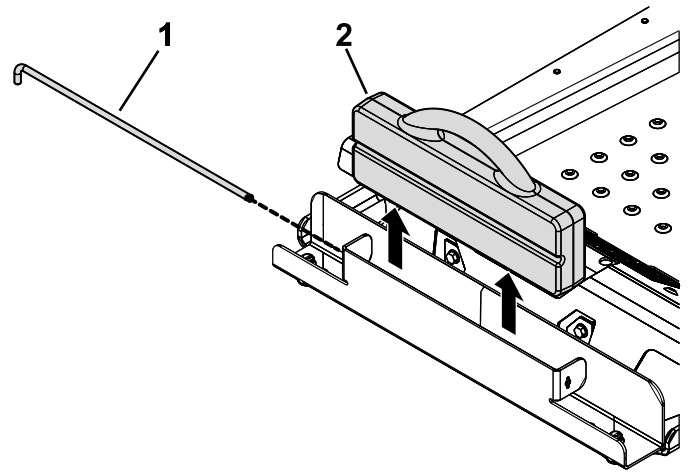

Figure 1
1. Déposez la tige de maintien et la masse à poignée (Figure 1).
4. Installez la masse à poignée derrière la plaque et remettez la tige de maintien (Figure 1).